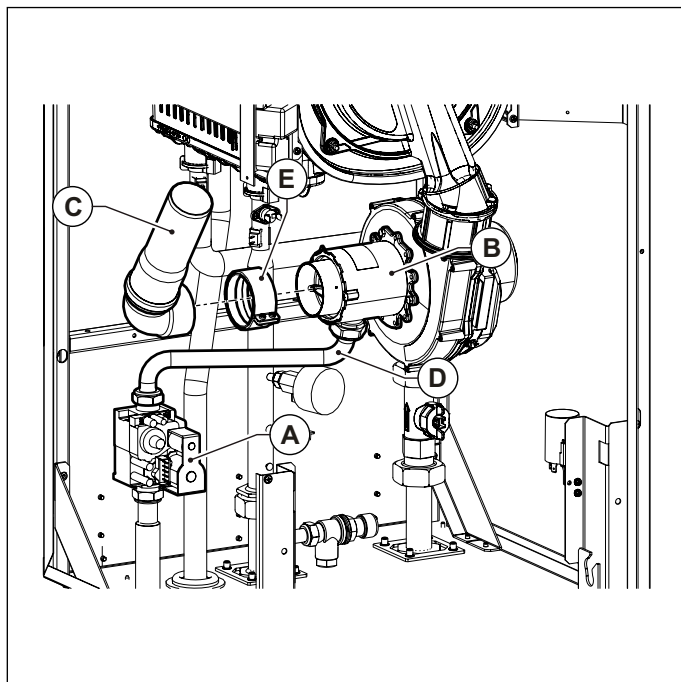

Рис. 32 Забірна труба
- Зніміть впускну трубу **C**, витягнувши її зі змішувача. На моделі KR 60 перед витягуванням труби назовні зніміть муфту **E**, що кріпить її до змішувача **B** (див. Рис. 32 Забірна труба).
- Від'єднайте газову трубу **B** від змішувача **B** (див. Рис. 32 Забірна труба).
- Підключіть **D** газову трубу до змішувача (див. Рис. 32 Забірна труба).
- Знов підключіть впускну трубу **C** до змішувача. На моделі KR 60 трубу потрібно закріплювати муфтою **E** (див. Рис. 32 Забірна труба).